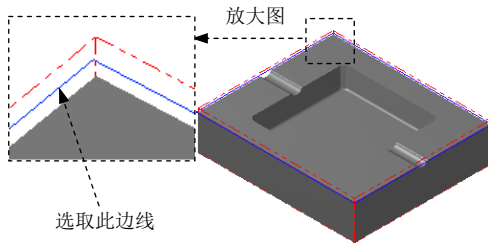

图 11.18 选取切削范围边线
(3) 单击“刀具路径的曲面选取”对话框的 **Containment boundary** 区域中的 **鼠标** 按钮, 系统弹出“串联选项”对话框, 采用“串联方式”选取图 11.18 所示的边线。单击 **✓** 按钮, 系统返回至“刀具路径的曲面选取”对话框。单击 **✓** 按钮, 系统弹出“曲面残料粗加工”对话框。